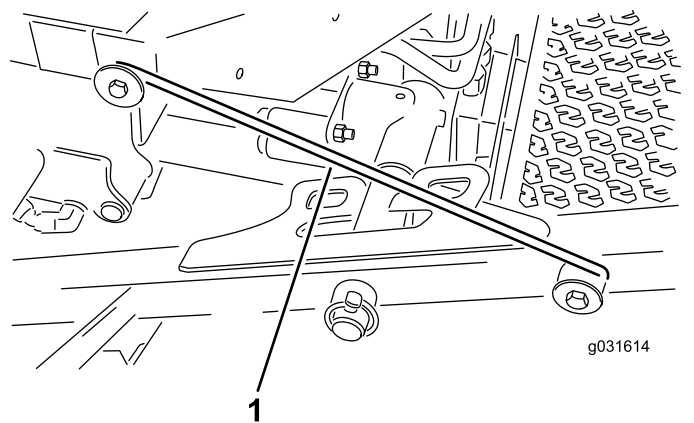

Figura 31
4. Liberte a barra do trinco do retentor do suporte da estrutura frontal (Figura 31).
5. Eleve a parte exterior das plataformas de corte frontais e coloque o trinco sobre o pino da estrutura montado na parte da frente da plataforma do operador (Figura 31).